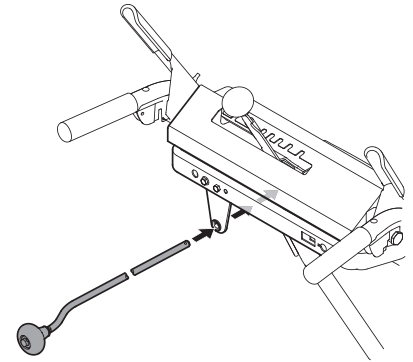

Figura 2-24
4. Inserte la varilla de control del canal en la ménsula de soporte que está en la parte posterior del tablero de instrumentos. Consulte Figura 2-24.